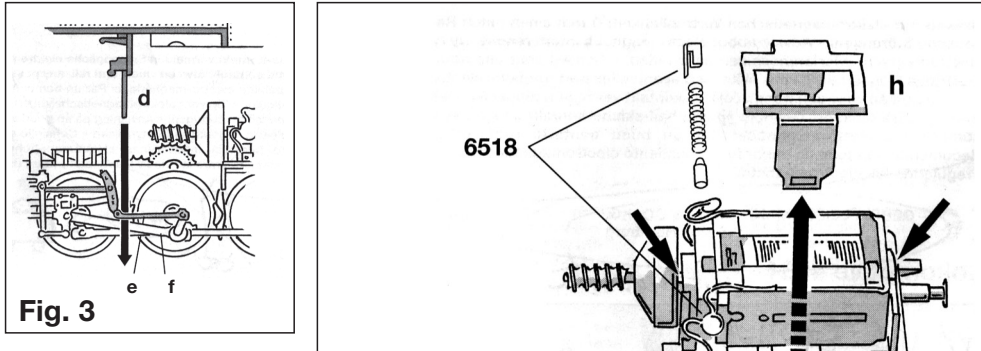

Fig. 3
**Samling:** Før skruen **a** skrues i, monteres bladfjederen i under forløberakslen. Sørg for, at fangjernene **d** på overdelen kommer ind imellem stængerne **e** og **f** (Fig. 3).
**Montaggio:** Prima di avvitare la vite "a" inserire la molla a balestra "i" sotto l'asse anteriore. Fate attenzione che la barra d'arresto **d**, montata sulla carrozzeria, sia sistemata tra la barra **e** e la biella di accoppiamento **f** (fig. 3).
**Zusammenbau:** Vor dem Einschrauben der Schraube **a** muss zuerst die Blattfeder **i** unter die Vorlaufachse gesteckt werden. Darauf achten, dass das am Lokgehäuse angebrachte Fangeisen **d** zwischen der Schwingenstange **e** und der Treibstange **f** zu liegen kommt (Fig. 3).
**Assembly:** Before tightening the screw **a** the flat spring **i** must firstly be positioned under the leading axle. Make sure that the angle bars mounted on the loco body **d**, rest between the motion bar **e** and the coupling rod **f** (Fig. 3).
**Remontage** : Avant de replacer la vis **a** il faut engager le ressort plat i sous le bogie avant. Veiller à ce que le fer d'arret **d**, sur la carrosserie, se place entre la barre **e** et la bielle motrice **f** (fig. 3).
**Montage**: Voor het vastschroeven van schroef **a** moet eerst het bladveertje **i** onder het voorloopstel worden gestoken. Let er op, dat de aan het lochuis aangebrachte klemmen **d** tussen de bewegende stang **e** en de drijfstang **f** komen te liggen (fig. 3).